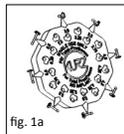
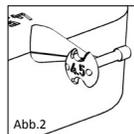

fig. 1a
Abb. 2
■ **fig. 1a, 1b**/ O disco medidor (fig. 1a, 1b) para próteses totais possui oito medidores individuais disposto em forma de satélite e com comprimentos diferentes (3,0-7,0 mm). O comprimento é indicado no lado posterior de cada medidor (fig. 2). As aberturas e orifícios destinam-se a reduzir o peso, bem como a proporcionar uma melhor visão global durante a medição do ouvido médio.